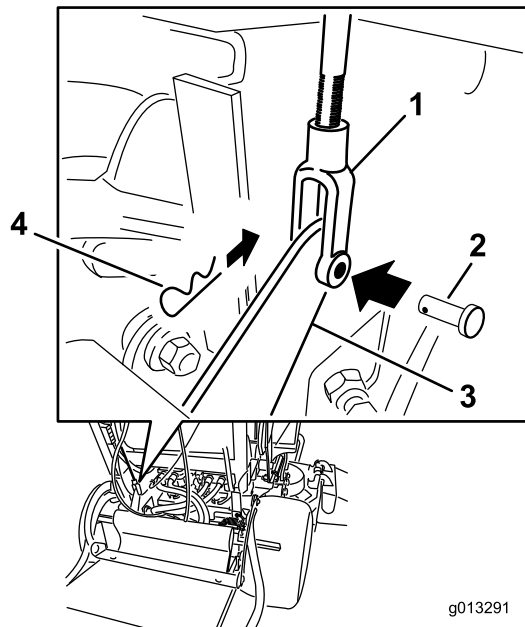

Figura 64
4. Para ajustar o travão, retire o pino de segurança e contrapino da alavanca inferior do travão e da culatra (Figura 64).
7. Fixe a culatra à alavanca inferior do travão com o contrapino e pino de segurança (Figura 64).